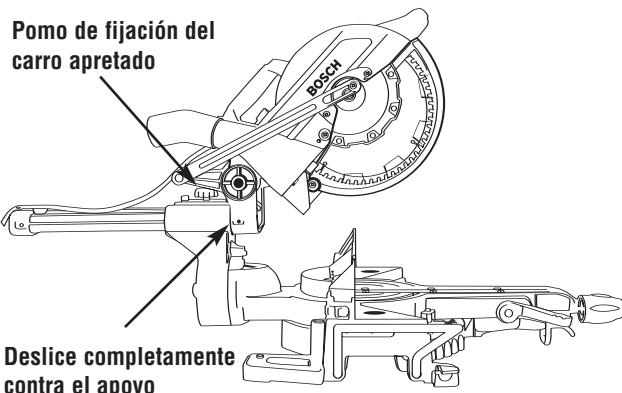

Figura 26. Corte de troceado
- Deslice el ensamblaje del cabezal hasta la parte trasera tanto como se pueda (Figura 26).
- Apriete el pomo de fijación de los rieles de deslizamiento (Figura 26).